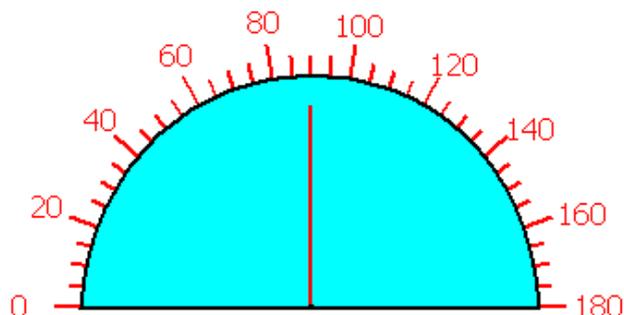

图 4-101
3. 在画面编辑区域，按下鼠标不动，牵拉鼠标画出仪表控件。仪表控件的效果图如下图 4-101：